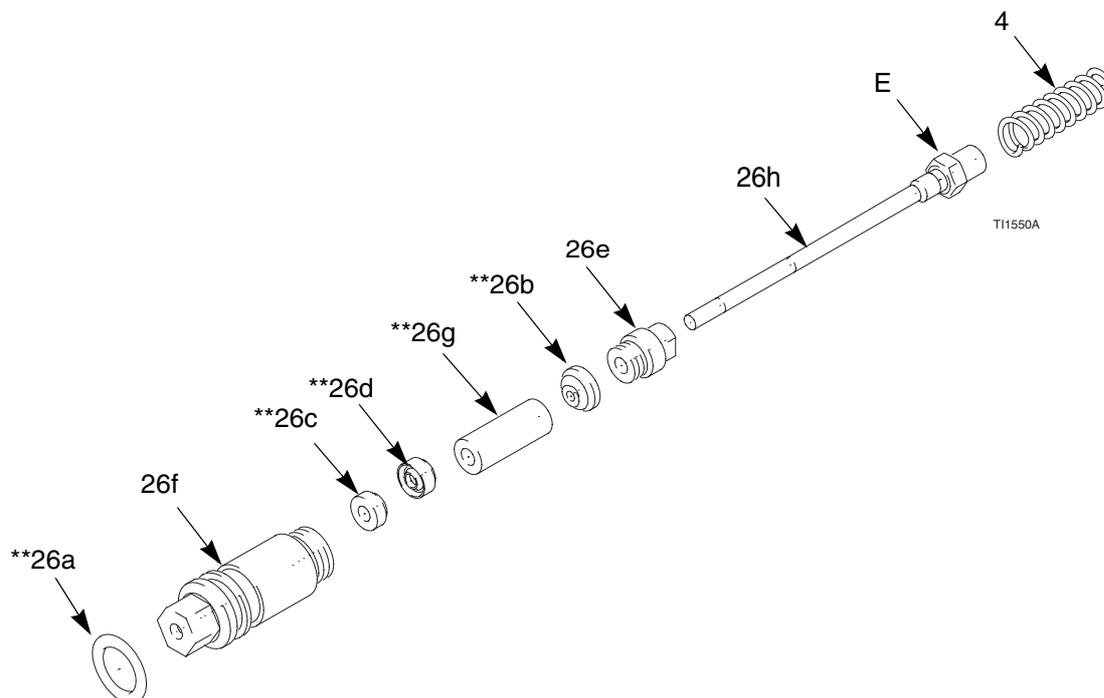

Fig. 12. Tige de presse-étoupe
1. Mettre l'écrou de presse-étoupe (26e) et le joint (26b**) sur la tige (26h). Les méplats de l'écrou doivent être orientés vers l'arrière de la tige. Le joint torique doit être tourné à l'opposé de l'écrou de presse-étoupe. Voir Fig. 12.
2. Remplir la cavité intérieure de l'entretoise (26g**) de graisse diélectrique (40). Mettre l'entretoise sur la tige (26h) dans le sens indiqué. Enduire généreusement l'extérieur de l'entretoise de graisse diélectrique.
6. Caler le ressort (4) contre l'écrou (E) comme indiqué.
7. Introduire l'ensemble du presse-étoupe (26) dans le canon du pistolet. À l'aide de la clé multi-usage (37), serrer légèrement l'ensemble pour un serrage jointif.
8. Remonter la gâchette (30) et les vis (8).